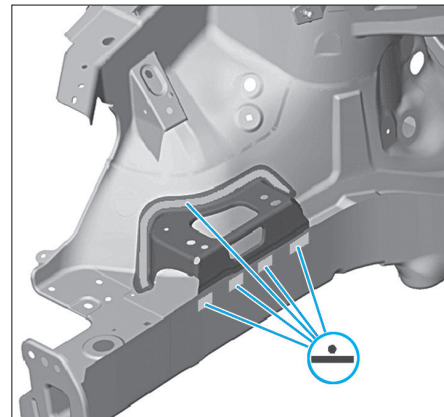

FIG. 5
- Souder par points l'insert de support moteur droit (Fig.5).